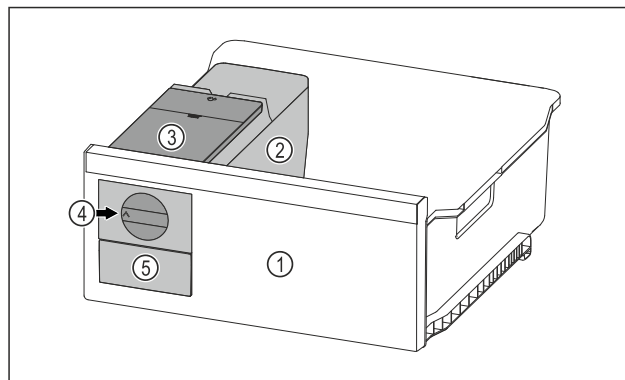

Fig. 97 Immagine a titolo di esempio
- ▶ Ruotare la manopola Fig. 97 (4) verso destra finché non si arresta.
- ▷ I cubetti di ghiaccio cadono dalla ciotola dei cubetti di ghiaccio nel cassetto dei cubetti di ghiaccio Fig. 97 (5). Se non tutti i cubetti di ghiaccio fuoriescono dalla ciotola dei cubetti di ghiaccio: